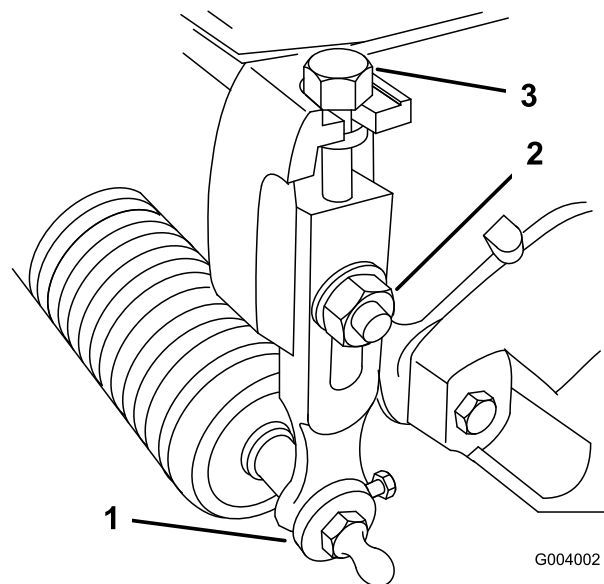

Figura 54
1. Desaperte as porcas de bloqueio que fixam os braços da altura de corte às placas laterais da unidade de corte (Figura 54).